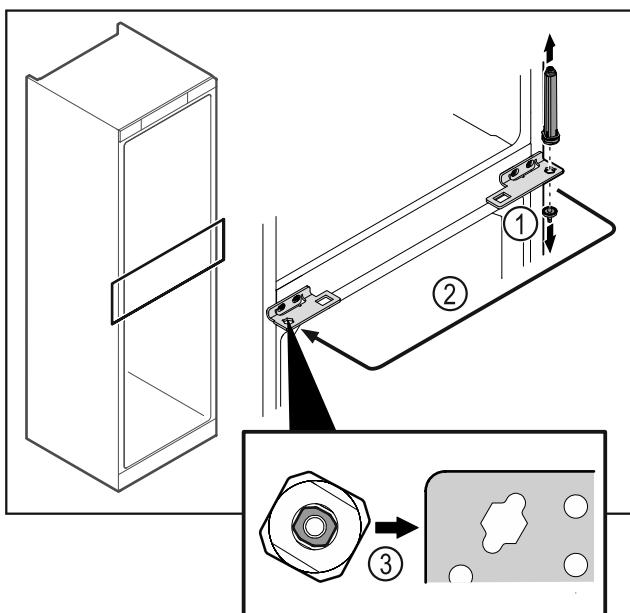

Fig. 49
- ▶ Відкрутити шарнірний палець Fig. 49 (1).
- ▶ Перемістити систему закриття дверей Fig. 49 (2).
- ▶ Під час встановлення слідкувати за правильною орієнтацією системи запирання дверей Fig. 49 (3).